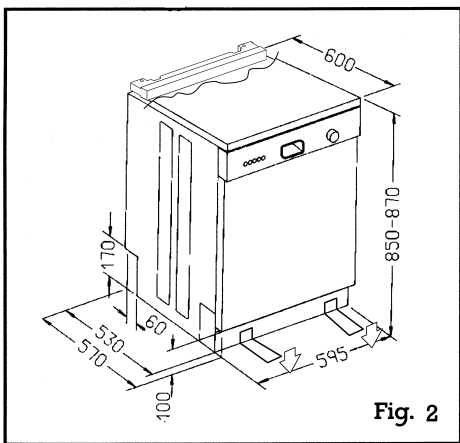
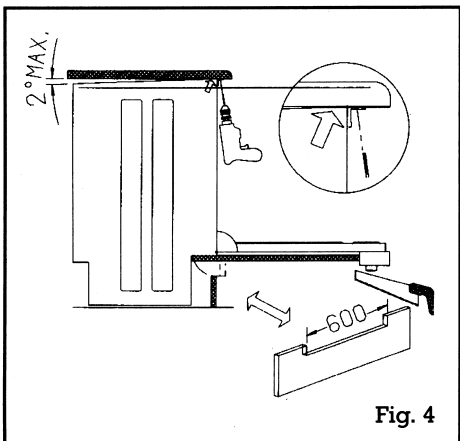

Fig. 2
Fig. 4
Soll das Gerät unter die Küchenabdeckplatte eingebaut werden, muss die obere Platte durch Lösen der beiden auf Abbildung 4 dargestellten Schrauben abgebaut und das Gegenlicht am oberen Teil der Maschine entfernt werden. (Abb. 2)
- 3.- Der Sockel des Küchenmöbels wird eingesetzt, indem er auf die entsprechende Länge zurechtgesägt wird (siehe Abb. 4).
men, wodurch Ihnen die Ausführung der vorzunehmenden Arbeitsschritte erleichtert wird. Sollte es sich um eine einhaubare Spülmaschine handeln, entfernen Sie bitte die Winkel am unteren Teil der Spülmaschine. (Abb. 2)
- 6.-Den Sockel des Küchenmöbels einsetzen, indem er auf die entsprechende Länge zurechtgesägt wird (Abb. 4).